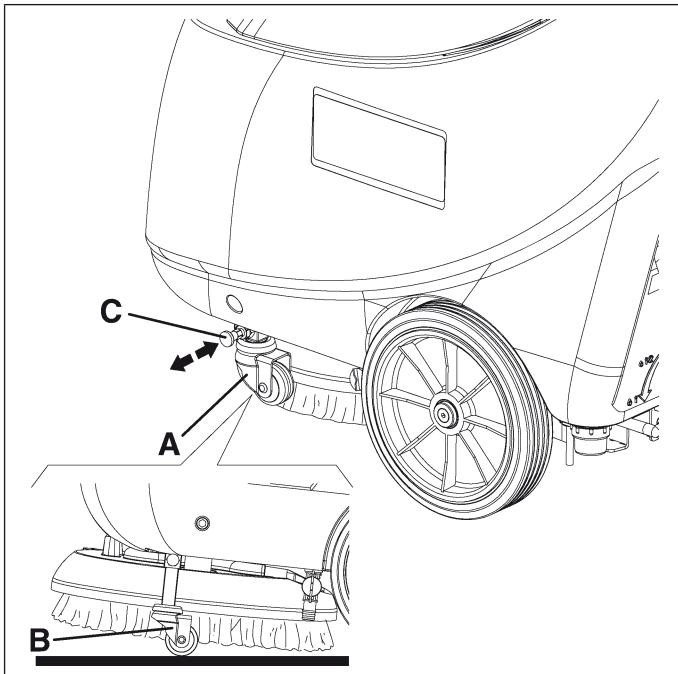

Figure 9
- Poner el cepillo/filtro en posición de levantamiento, llevando el dispositivo de estacionamiento (A, Fig. 9) de la máquina en posición de activación (B) después de haber insertado la clavija relacionada (C).